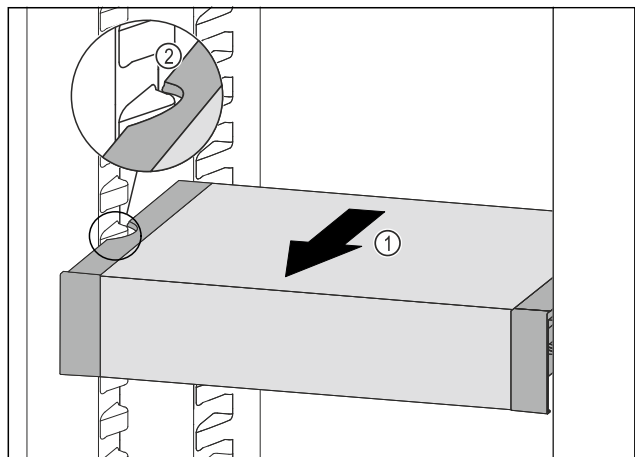

Fig. 83
- ▶ Потягнути VarioSafe вперед Fig. 83 (1), поки бокові заглиблення VarioSafe не опиняться на рівні ребра для ємності в охолоджувальному відділенні. Fig. 83 (2)